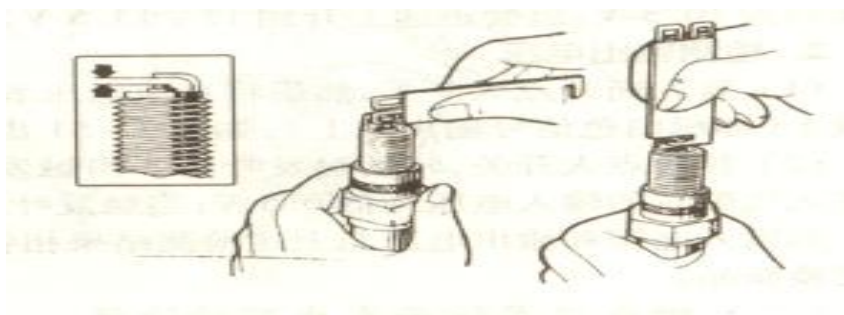

图 2—3 火花塞间隙的检查
2.3.3、电子点火系线路检测（桑塔纳轿车） 如图 2—4、2—5 所示：